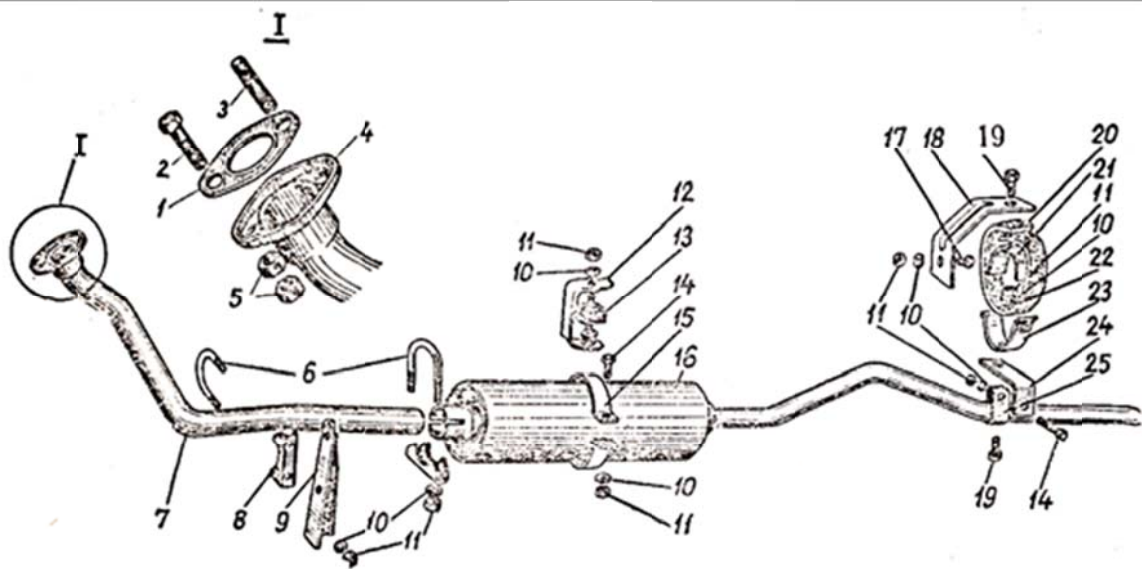

Рис. 1.9. Система выпуска газов:
27. Отвернуть контргайки и гайки 5 (рис. 1.9) болта 2 и шпильки 3 крепления приемной трубы глушителя к выпускному коллектору, вынуть болт и отсоединить трубу 7 глушителя в сборе с прокладкой 1 и фланцем 4	Ключи 14 × 17, 17 × 19
63.4. Вставить в отверстие ушка выпускного коллектора болт 2 (рис. 1.9), на шпильку 3 и болт 2 установить прокладку 1, установить приемную трубу 7 (буртик трубы должен плотно прилегать к прокладке по периметру), установить фланец 4, навернуть и затянуть гайки 5 равномерно, завернуть контрогайки	Ключи 17 × 19 (2 шт.), 14 × 17